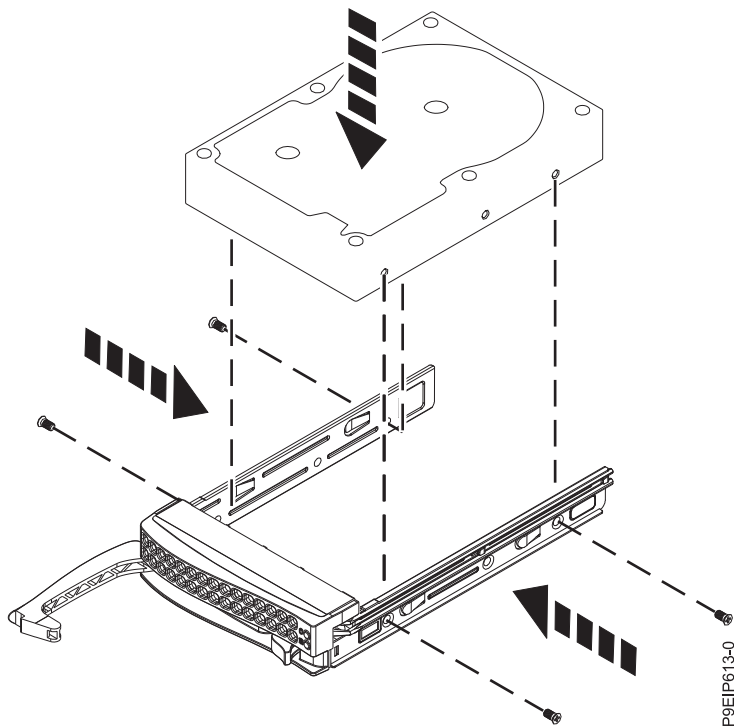

Figure 12. Montage de l'unité de 3,5 pouces dans le tiroir
- Une unité de 3,5 pouces remplit le tiroir, comme indiqué dans la figure 12, à la page 14. Fixez l'unité de chaque côté du tiroir à l'aide de quatre vis (deux de chaque côté).